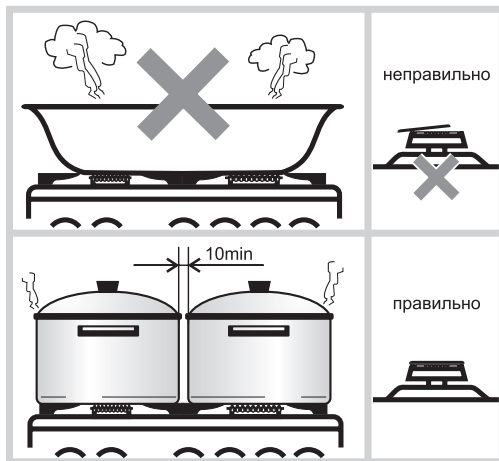

Рис. 15
- Размеры посуды (см. табл. 4 и рис. 15) и режим работы горелок нужно выбирать таким образом, чтобы пламя не выходило за края и не «лизало» боковые стенки.